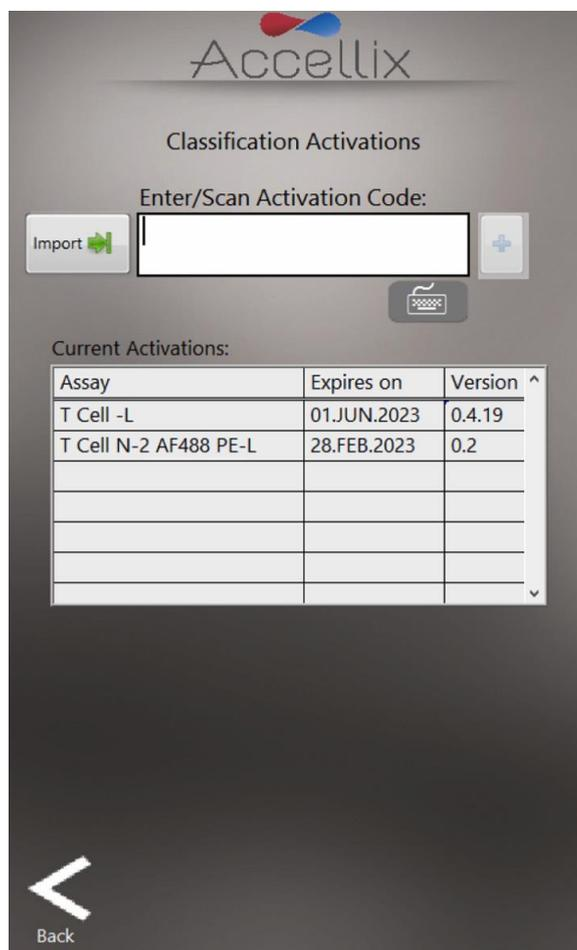

Figure 30 : écran de la fonction Abonnements en classification automatique
permet à l'utilisateur de consulter et d'ajouter des abonnements en classification automatique (CA) pour des tests avec abonnements CA (Figure 30). Pour plus d'informations, contactez-nous à l'adresse [sales@accellix.com](mailto:sales@accellix.com).